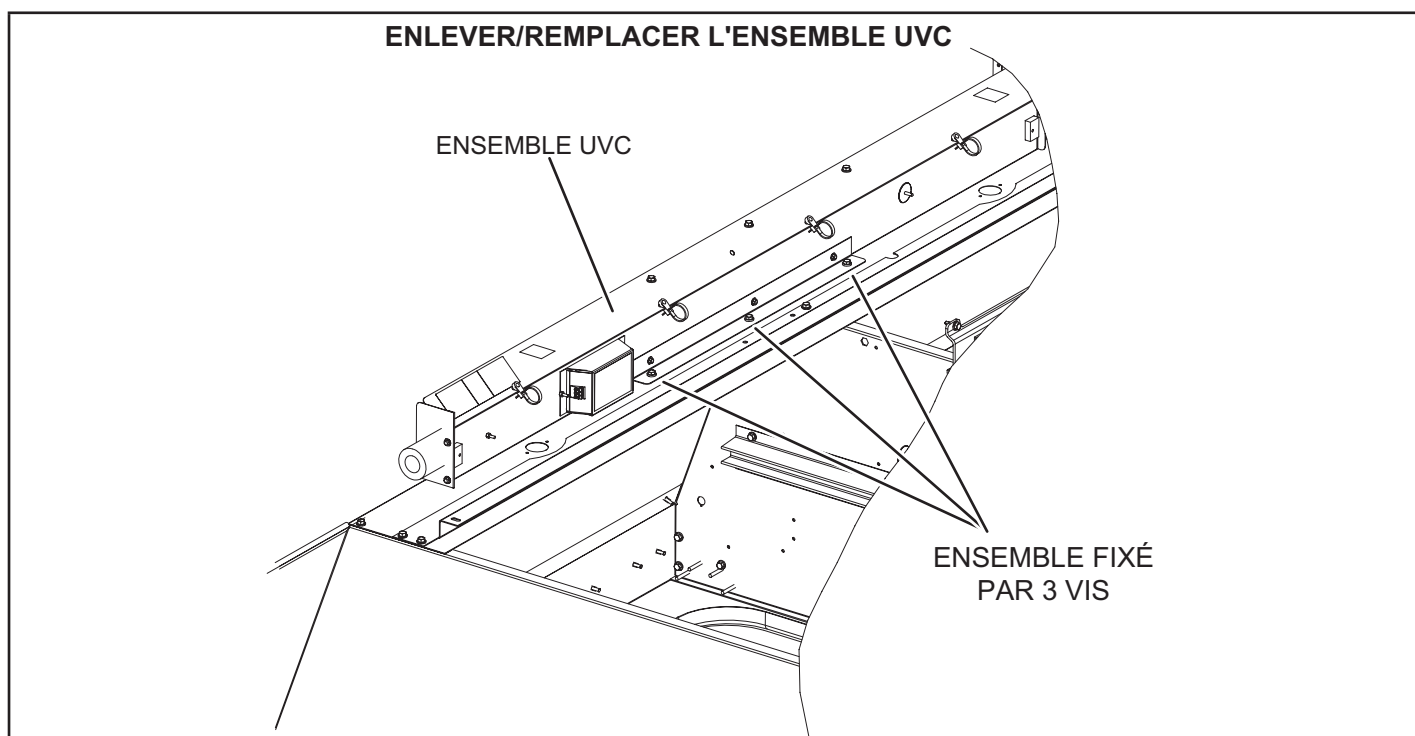

FIGURE 54
- 5 - Retirer et conserver les 3 vis qui fixent l'ensemble UVC. Sortir délicatement l'ensemble UVC en le faisant glisser par la porte d'accès au ventilateur. Voir FIGURE 54.